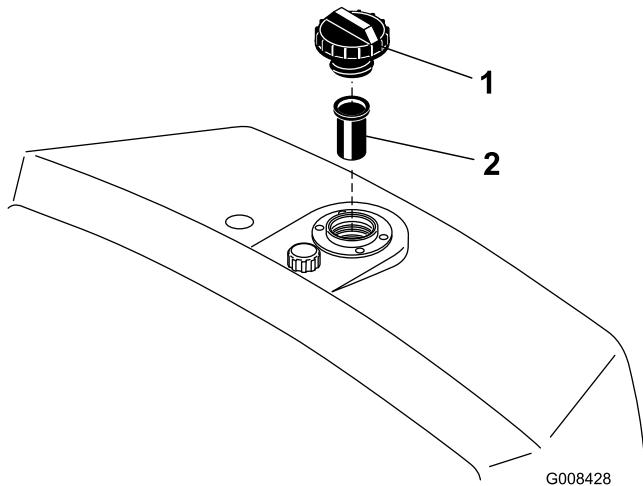

Figure 27
2. Retirez le bouchon du réservoir et vérifiez le niveau de liquide. L'huile doit arriver au bas de la crêpine dans le goulot de remplissage (Figure 27).